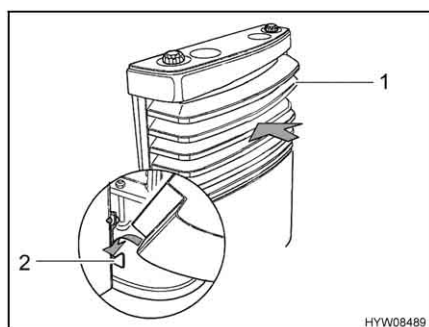

Fig. 148 Habillage du chauffage, logement inférieur
- Monter l'habillage du chauffage. Pour ce faire, poser l'habillage du chauffage (Fig. 148,1) sur les logements inférieurs (Fig. 148,2).